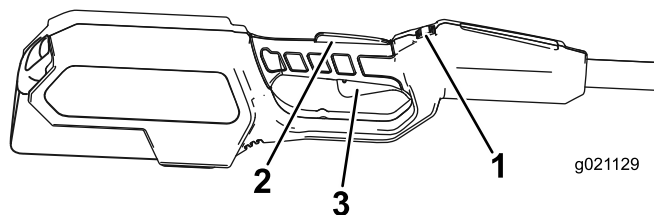

Figura 8
4. Para arrancar la desbrozadora, mantenga presionado el interruptor de bloqueo y apriete el gatillo (Figura 8).
Para parar la desbrozadora, suelte el gatillo (Figura 8).